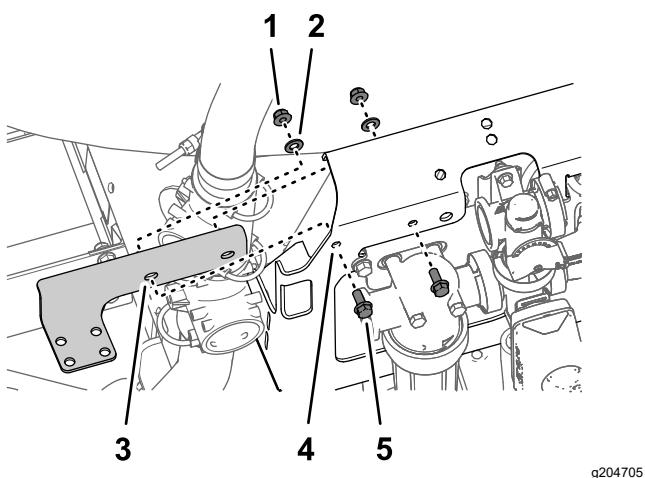

图 6
- 使用 4 个凸缘头螺栓 $5/16 \times \frac{3}{4}$ 英寸、4 个凸缘锁紧螺母 $5/16$ 英寸和 4 个垫圈 $5/16$ 英寸将阀安装座支架组装到阀门支架前部 图 6。